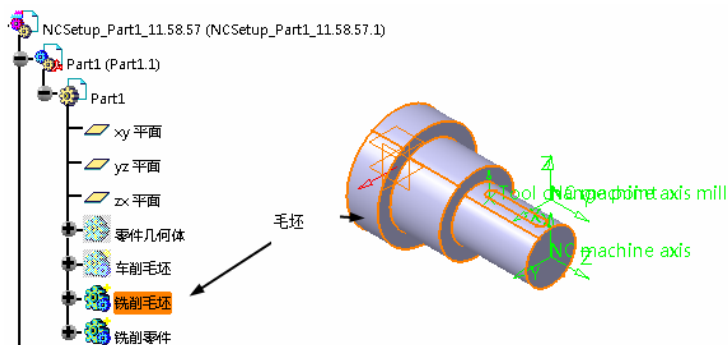

图 7-114 定义毛坯零件 (4)
7) 定义毛坯零件 (4)。单击 Stock 按钮，系统自动隐藏“Part Operation”对话框，在图形区选择如图 7-114 所示的实体作为毛坯零件，然后双击空白处返回“Part Operation”对话框。